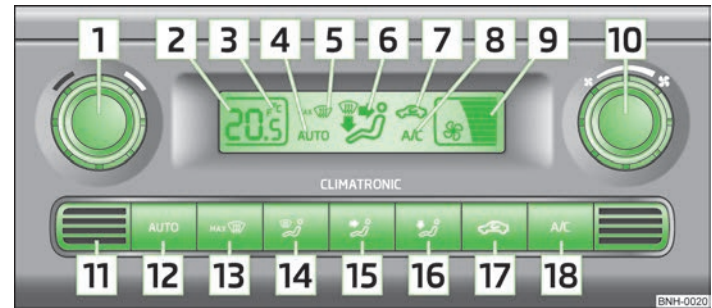

Abb. 61 Climatronic: Bedienelemente
- > (AC) 18 » Abb. 61 auf Seite 66 eingeschaltet.
- > Die Taste (AUTO) 12 » Abb. 61 auf Seite 66 drücken.
Gleichzeitig die Tasten (AUTO) und (AC) » Abb. 61 auf Seite 66 drücken und halten. Im Display erscheinen die Angaben in der gewünschten Temperatur-Maßeinheit.
Im unteren Teil des Gerätes befindet sich der Innenraumtemperatursensor 11 » Abb. 61. Den Sensor nicht überkleben oder überdecken, sonst könnte die Climatronic ungünstig beeinflusst werden.
- › Die Taste (AUTO) 12 » Abb. 61 auf Seite 66 drücken, im Display wird **AUTO** angezeigt.
- › Nach dem Einschalten der Zündung kann mit dem Drehregler 1 » Abb. 61 auf Seite 66 die gewünschte Innenraumtemperatur eingestellt werden.
- › Die Taste  17 » Abb. 61 auf Seite 66 drücken, im Display erscheint das Symbol .
- › Die Taste  17 » Abb. 61 auf Seite 66 erneut drücken, das Symbol  im Display erlischt.
- › Mit dem Drehregler 10 » Abb. 61 auf Seite 66 nach links (Gebläsedrehzahl verringern) bzw. rechts (Gebläsedrehzahl erhöhen) drehen.
➤ Die Taste   » Abb. 61 auf Seite 66 drücken.
➤ Erneut die Taste   » Abb. 61 auf Seite 66 oder die Taste  drücken.